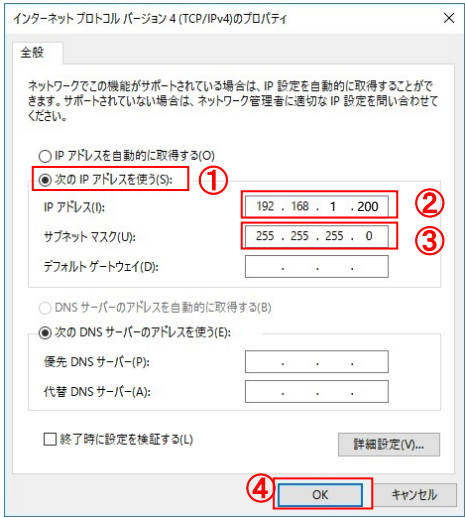

図8. IPアドレス設定
- (1) スタートメニューより「Windowsシステムツール」をクリックします。
- (2) 「コントロールパネル」をクリックします。
- (3) 「ネットワークとインターネット」をクリックします。
- (4) 「ネットワークと共有センター」をクリックします。
- (5) 「アダプターの設定の変更」を選択します。
- (6) 「イーサネット」を右クリックします。
- (7) サブメニューより「プロパティ」をクリックします。
- (8) 「インターネットプロトコルバージョン4(TCP/IPv4)」をダブルクリックします。
- (9) 「次のIPアドレスを使う」をクリックします。（図8、①）
- (10) IPアドレスに「192.168.1.200」と入力します。（図8、②）
- (11) サブネットマスクに「255.255.255.0」と入力します。（図8、③）
- (12) OKをクリックします。（図8、④）